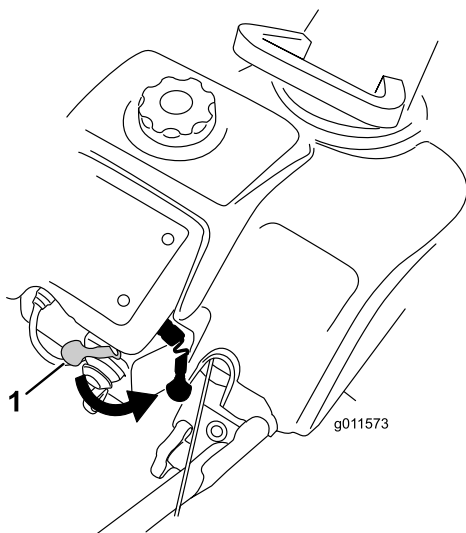

Figura17
2. Deplasați maneta de șoc complet spre dreapta (Figura17).